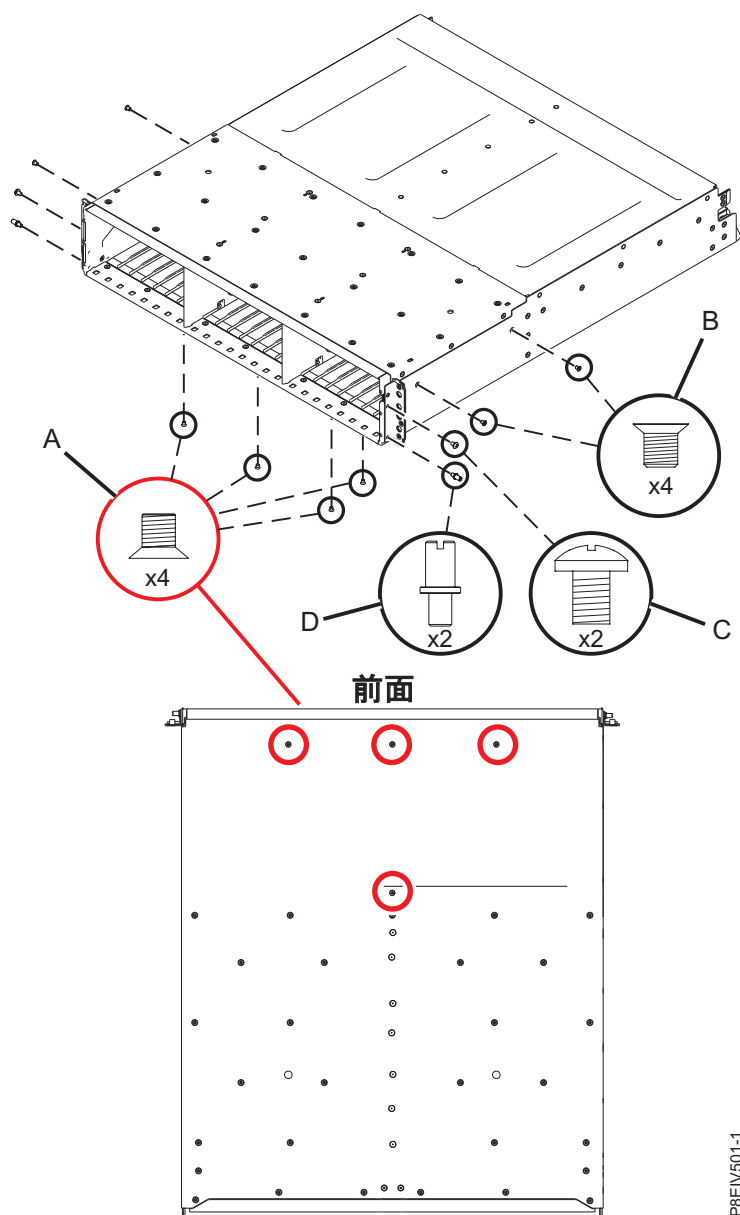

図 2. ミッドプレーン・アセンブリーのねじの取り外し
8. 7 ページの図 2 に示すように、ミッドプレーン・アセンブリーのねじを取り外します。 ねじに、取り外した場所を示すラベルを付けます。
11. ミッドプレーン・アセンブリーのねじを取り付けます。 7 ページの図 2 を参照。